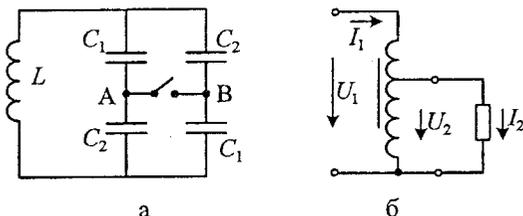

Рисунок 3.11 – Коливальний контур (а) та автотрансформатор (б)
16. Коливальний контур складається з котушки індуктивності та чотирьох конденсаторів (рис. 3.11). У скільки разів зміниться період власних коливань в контурі, якщо замкнути ключ, що з'єднує точки А і В?  $C_1 = 10^{-8} \text{ Ф}$ ,  $C_2 = 4 \cdot 10^{-8} \text{ Ф}$ .
18. На автотрансформатор, схема якого зображена на рис. 3.11, б, подається напруга  $U_1 = 220 \text{ В}$ . Напруга на вторинних затискачах  $U_2 = 180 \text{ В}$ , струм навантаження  $I_2 = 10 \text{ А}$ . Обмотка має  $n_1 = 500$ . Визначте площу поперечного перерізу дроту, з якого виконана обмотка, якщо максимально допустима густина струму дорівнює  $j_{\text{max}} = 2,5 \text{ А/мм}^2$ .